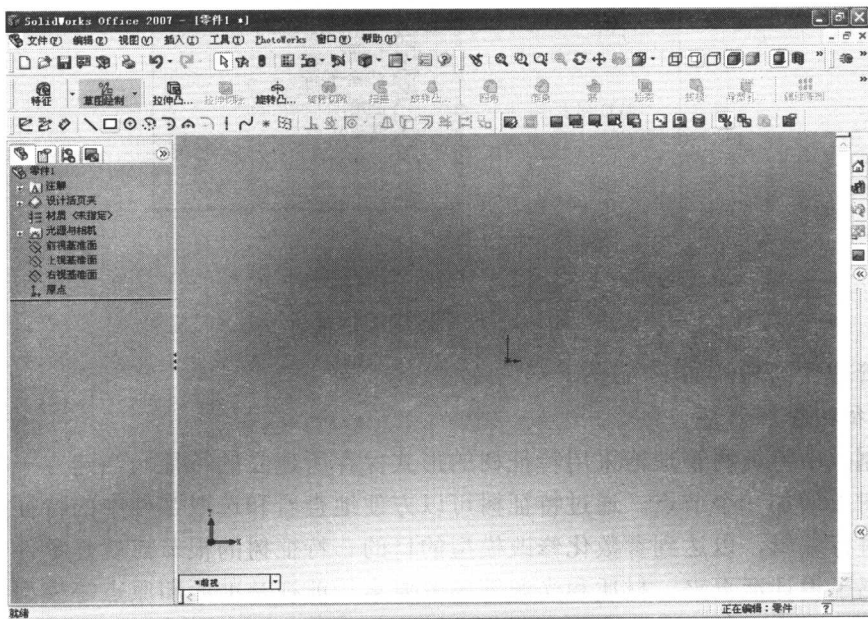

图 1-3 用户界面
(3) 单击该对话框中的“零件”图标按钮, 单击“确定”按钮完成用户界面的开启，如图 1-3 所示。
打开文件后的界面如图 1-3 所示，SolidWorks 用户界面采用典型的 Windows 软件风格，操作上十分方便，对于初学者，如果具有 Windows 软件应用的经验，就可以迅速地掌握